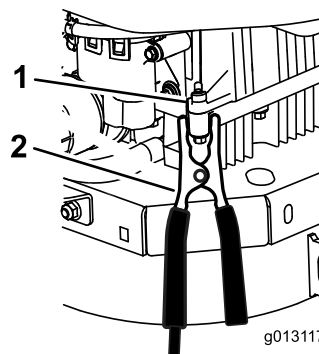

Bild 61
6. Stellen Sie die letzte Verbindung am Motorblock des nicht anspringenden Fahrzeugs (NICHT am Minuspol der Batterie) von der Batterie entfernt her und nehmen Sie Abstand (Bild 61).